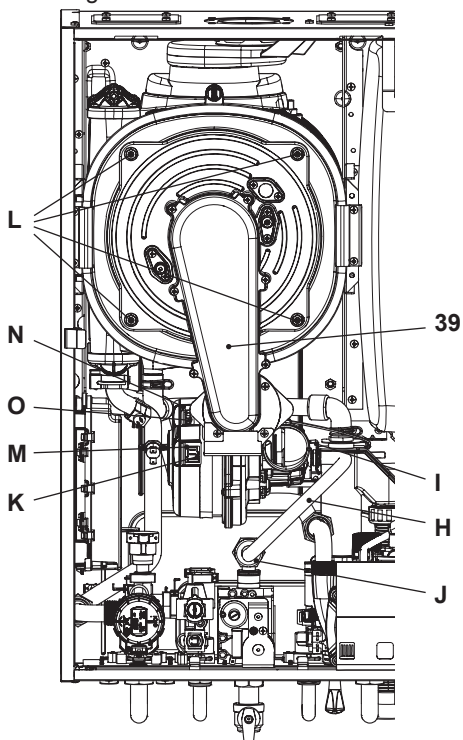

Figura 9.12
Rimozione del gruppo bruciatore ventilatore 39 in Figura 9.12.
- Inserire un cacciavite piano nella rientranza K del connettore M e fare leva verso il basso, contemporaneamente scollegare il connettore M tirandolo frontalmente (Figura 9.12).
- Scollegare il connettore del ventilatore N premendo il gancio in plastica O posizionato nella parte sottostante del connettore (Figura 9.12).
- Svitare i dadi L e rimuovere il gruppo bruciatore ventilatore 39 (Figura 9.12)